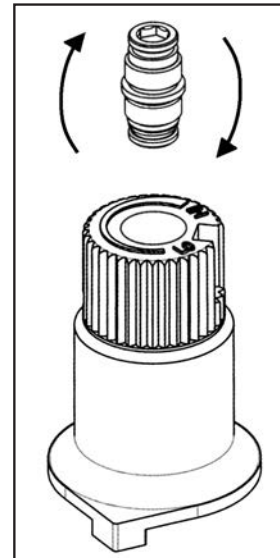

Figure 18: Revirer la vis de la vanne.
- d) Retournez la vis (reportez-vous à la Figure 18).